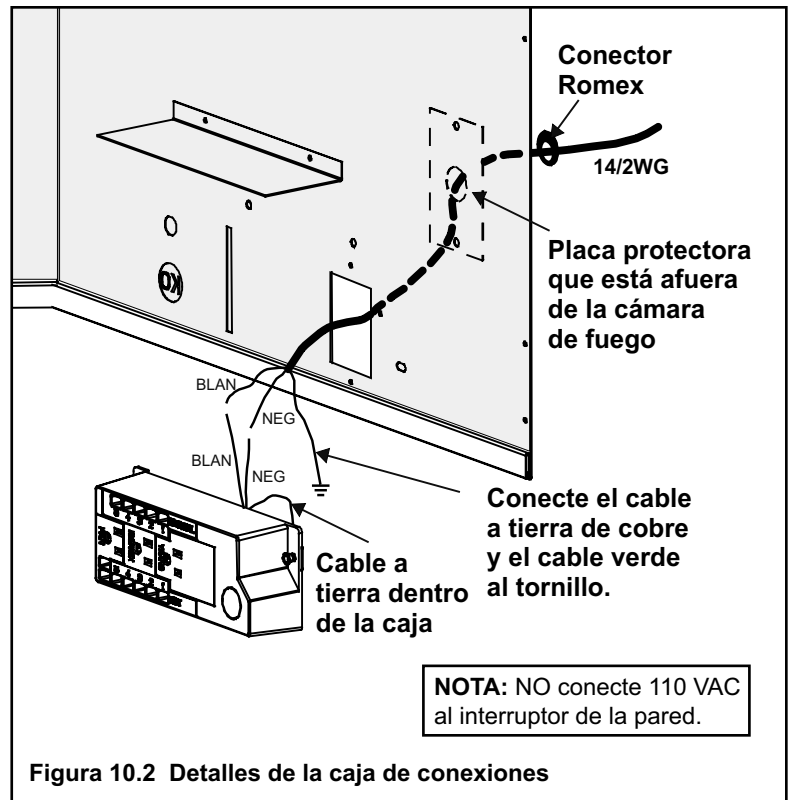

Figura 10.2 Detalles de la caja de conexiones
- Quite el tornillo que sostiene la caja de conexiones al envoltorio exterior, gire la caja de conexiones hacia adentro para liberarla (vea la Figura 10.2).